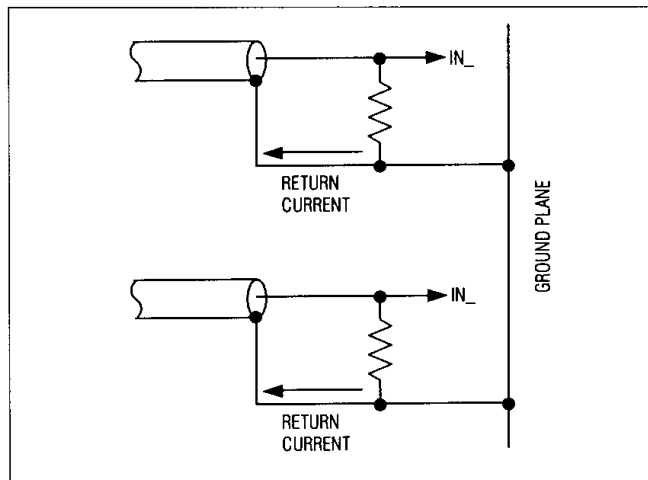

図11. 低クロストーク・レイアウト。終端抵抗からのリターン電流がグランド・プレーンを流れません。
- 更にクロストークを減らすため、同軸ケーブルのシールドは、グランド・プレーンにおいて、75Ω終端抵抗のグランド側に接続してください(図11)。